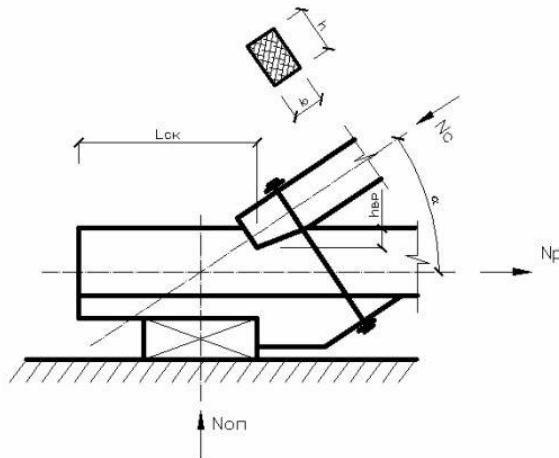

Рисунок 6. Лобовая врубка
5.3 Проверить прочность лобовой врубки с одним зубом опорного узла фермы. Стержни верхнего и нижнего пояса имеют сечения $b \times h$ и в них действуют усилия сжатия N_c . Сжатый стержень наклонен под углом α к растянутому. Глубина врубки h_{bp} . Расстояние от нижней точки врубки до конца пояса L_{ck} (рисунок 6).